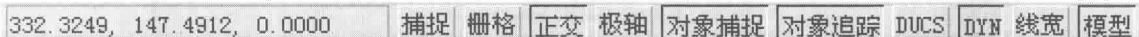

图 1-6 状态栏
- 状态栏：用于显示当前的操作状态或提示，如图 1-6 所示。状态栏左边是坐标显示器，显示当前十字光标所处的三维坐标值，移动光标即可改变 X、Y 和 Z 轴的坐标值。**捕捉**、**栅格**、**极轴**、**对象捕捉** 等 10 个辅助绘图功能按钮，使绘制图形既准确又快速，单击这些按钮，可切换开关状态，下陷为启用状态。